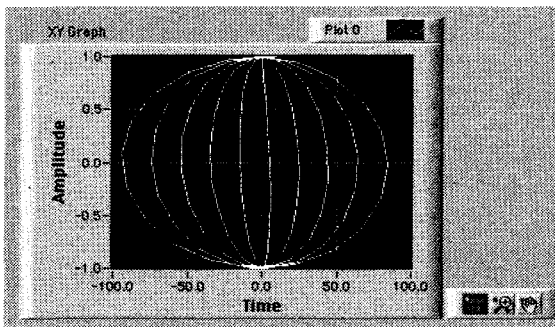

Рис. 8.20
Графики, используемые вами в предыдущих главах, создаются путем построения осциллограмм, точки которых получены через регулярные интервалы времени. Однако, если вы получаете данные через нерегулярные интервалы или хотите построить математическую функцию, имеющую несколько значений Y для одного значения X , то вам необходимо задать точки графика, используя их координаты (X, Y) . *Двухкоординатные* (XY Graphs) графики строят подобные кривые. На их вход необходимо подавать типы данных, отличные от тех, которые поступали на графики осциллограмм. Однолучевая двухкоординатная осциллограмма (XY) и соответствующий терминал на блок-диаграмме показаны на рис. 8.20 и 8.21.